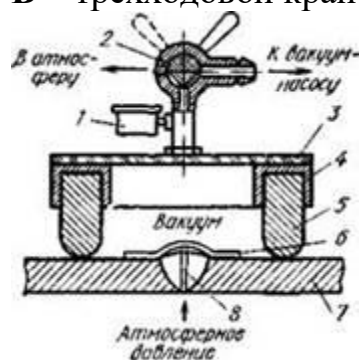

Рис.3.Рисунок вакуумной камеры
10. Установить соответствие между позициями основных элементов схемы вакуумного метода контроля (рис.3.) и названиями основных элементов